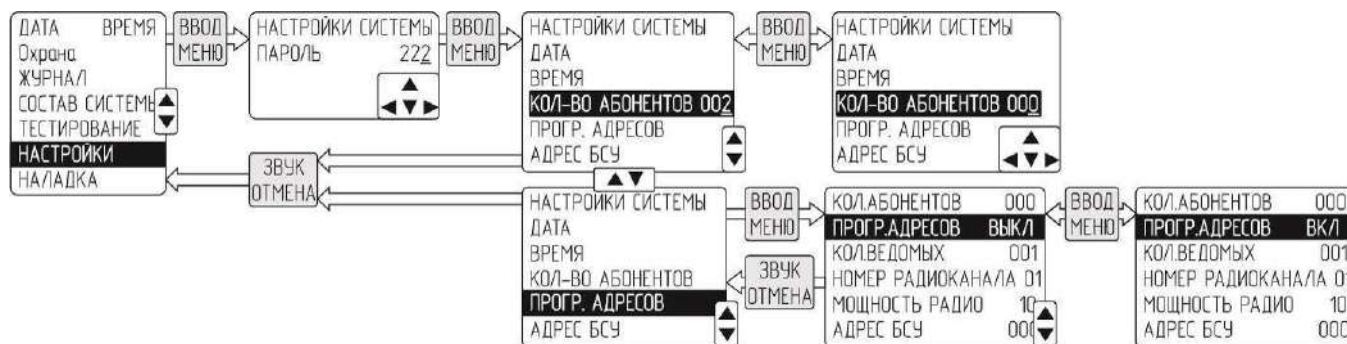

Рисунок 25 – Включение режима программирования адресов
- кнопками \blacktriangleright , \blacktriangleleft , \blacktriangle и \blacktriangledown обнулить количество абонентов (рисунок 25, верхняя строка), нажать «Ввод»;
- кнопками \blacktriangle и \blacktriangledown перейти к пункту «Прогр.адресов», нажать кнопку «Ввод», надпись «ВЫКЛ» должна смениться на «ВКЛ» (рисунок 25, нижняя строка);